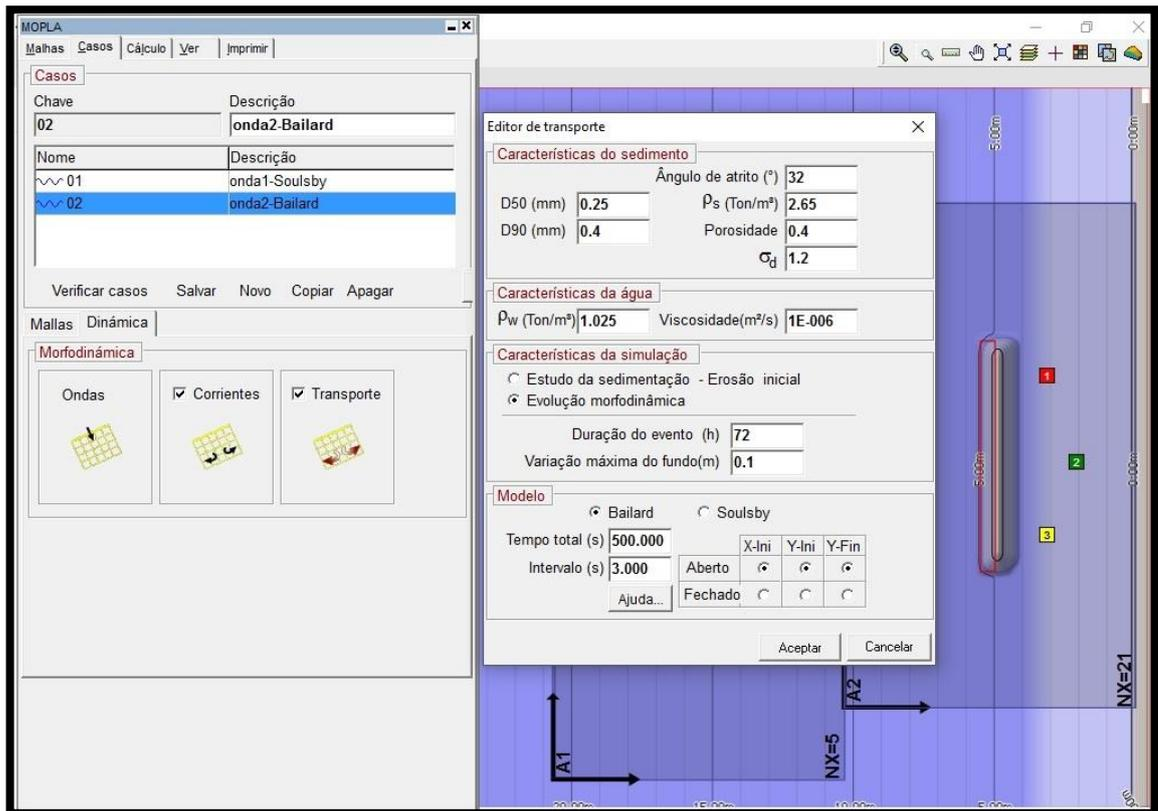

Figura 15 – Visão geral do Editor de transporte e da aba Casos, na interface do MOPLA.
29) Definir a "Descrição" como: **onda2-Bailard**, e salvar o caso. Da mesma forma, aparecerá o caso "02" na lista (Figura 15).